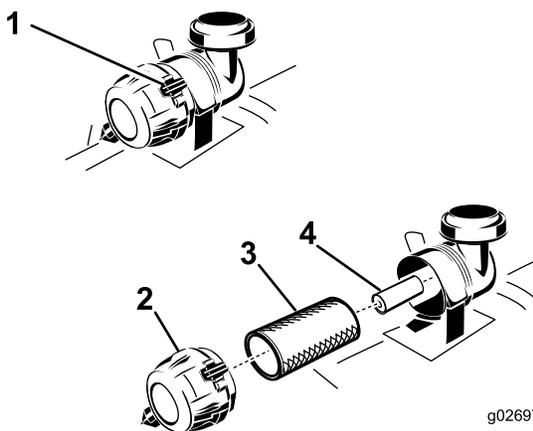

図 49
4. エアクリーナのクランプを外し、ボディーからカバーを外す 図 49。
6. 次フィルタをゆっくり引き抜くようにしてエアクリーナのボディーから外す 図 49。
2. インナーフィルタを交換する場合には、十分に注意しながら、フィルタのボディーに挿入する 図 49。
3. 1次フィルタをゆっくり押し込むようにして安全フィルタの上から取り付ける 図 49。
4. エアクリーナカバーを取りつけるブリーザキャップが下向きになるように、リテーナクランプがカバーに適切にはまるように取り付ける 図 49。